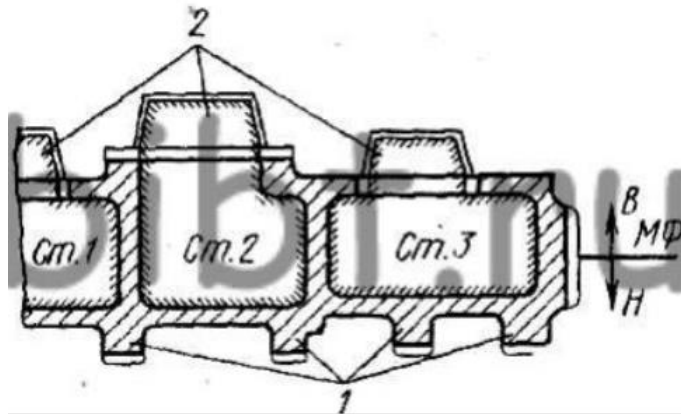

Рисунок 1 - Графическое изображение технического решения
1. Ответственные части (например, плоскости скольжения, качения 1) отливок располагать в нижней части формы по отношению к плоскости заливки, даже если это связано с повышением трудоемкости изготовления (см. рисунок 1, стержни 2 крепятся (приклеиваются или др.) в верхней полуформе).